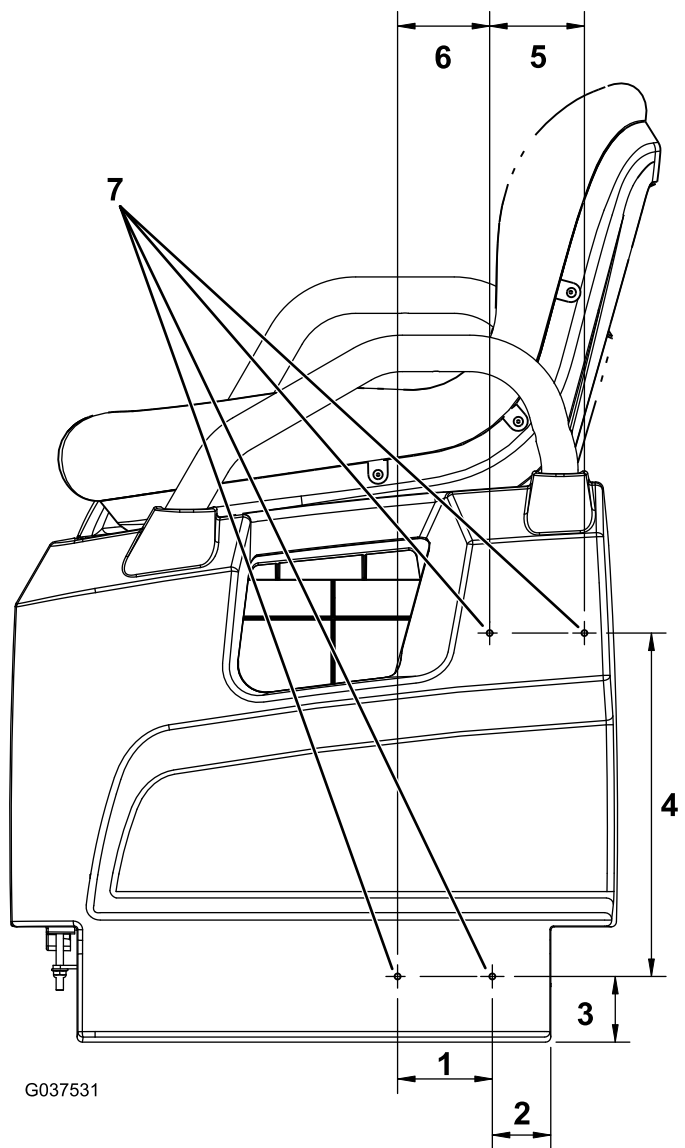

Figura 10
1. En el lado izquierdo de la máquina, mida 51 mm desde el borde izquierdo trasero de la base del asiento, y marque esta posición (Figura 10).
2. Mida 57 mm directamente por encima de este punto y marque esta posición (Figura 10).
3. Mida 83 mm hacia la izquierda desde la posición marcada en el paso 2 y marque este punto (Figura 10).
4. Mida 80 mm hacia la izquierda desde la posición marcada en el paso 3, luego mida 299 mm directamente por encima de este punto, y marque esta posición (Figura 10).
5. Mida 83 mm hacia la derecha desde la posición marcada en el paso 4 y marque este punto (Figura 10).
6. Perfore un orificio de 5 mm en cada una de las 4 posiciones marcadas (Figura 10).